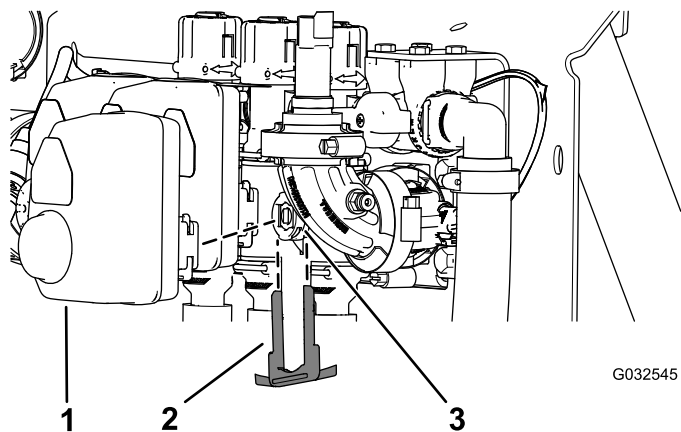

図 122
2. アクチュエータを個別ブームバルブまたは攪拌バルブ用のマニホールドバルブに固定しているリテーナを外す 図 122。